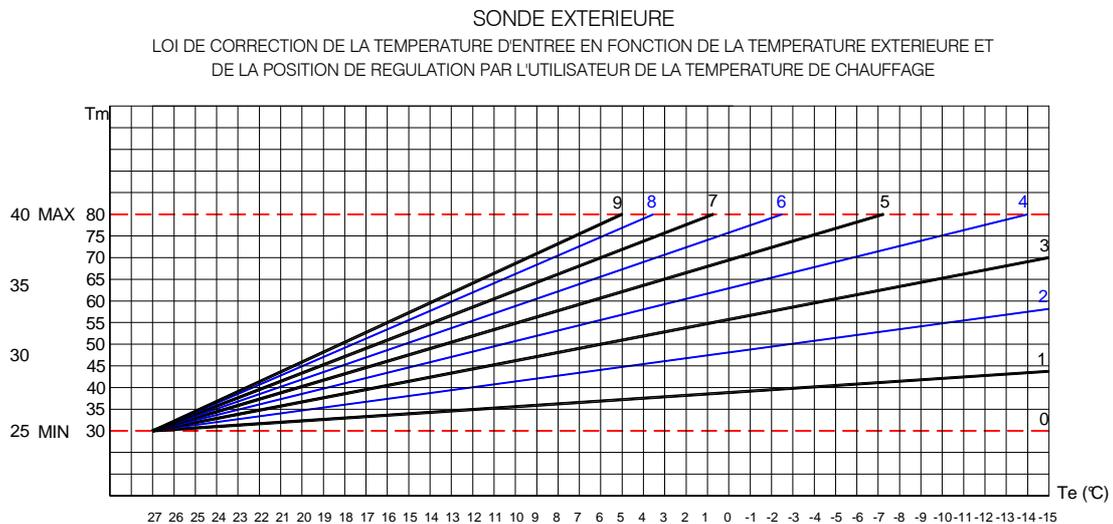
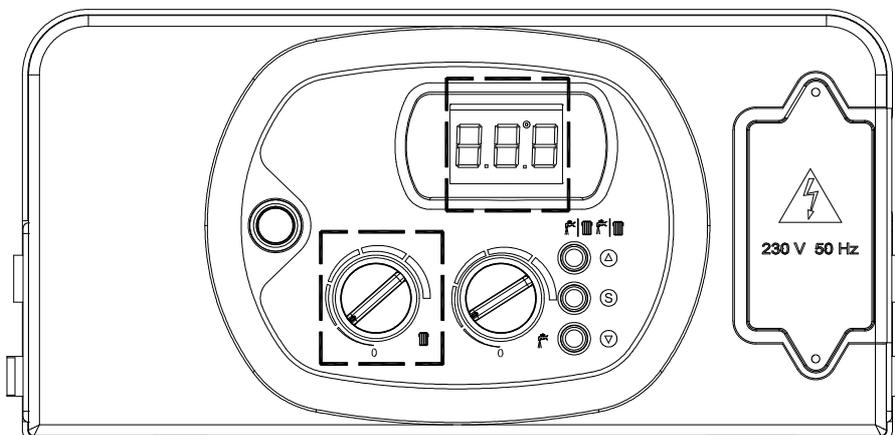

fig. 38
fig. 39
- en cas de branchement direct de la sonde extérieure sur la carte, le réglage de la courbe de chauffe (pente) se fait en agissant sur le bouton de réglage du chauffage. Tourner le bouton encadré (fig.39) pour visualiser la numération correspondant à la courbe du diagramme de la figure 38.
La loi de correction est reportée dans le diagramme de la figure 38.